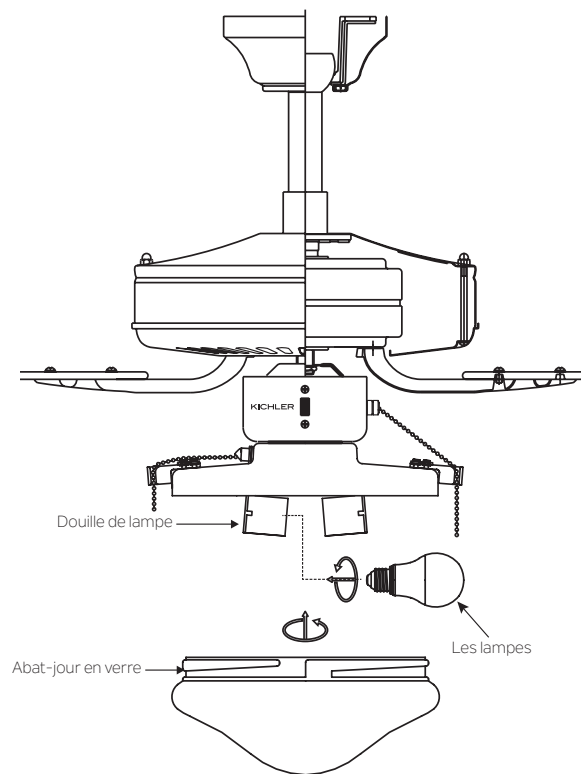

Fig. 3
1. Installez les deux lampes LED E26 de 9 watts (fournies), une dans chaque douille de luminaire. (Fig.3)
2. Montez l'abat-jour en verre sur le kit d'éclairage en tournant l'abat-jour en verre dans le sens des aiguilles d'une montre. **NE PAS TROP SERRER.** (Fig.3)